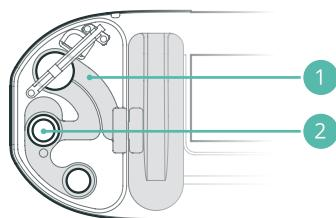

Рис. 30
7. Протрите влажной мягкой тряпкой поверхности внутренних каналов (см. п. 1, рисунок 30) устройства;
10. Осторожно прочистите щеткой ультразвуковую мембрану (см. п. 2, рисунок 30);